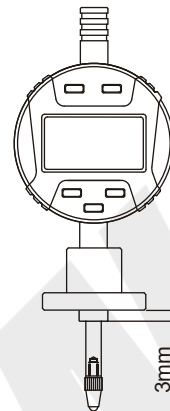

fig. 1
2. Quando l'indicatore digitale è installato con la base in acciaio inossidabile, regolare la posizione in modo che il manicotto dell'indicatore digitale si estenda di circa 3 mm (fig. 1); durante la misurazione, mantenere il manicotto in movimento lungo il bordo della scanalatura interna in granito.